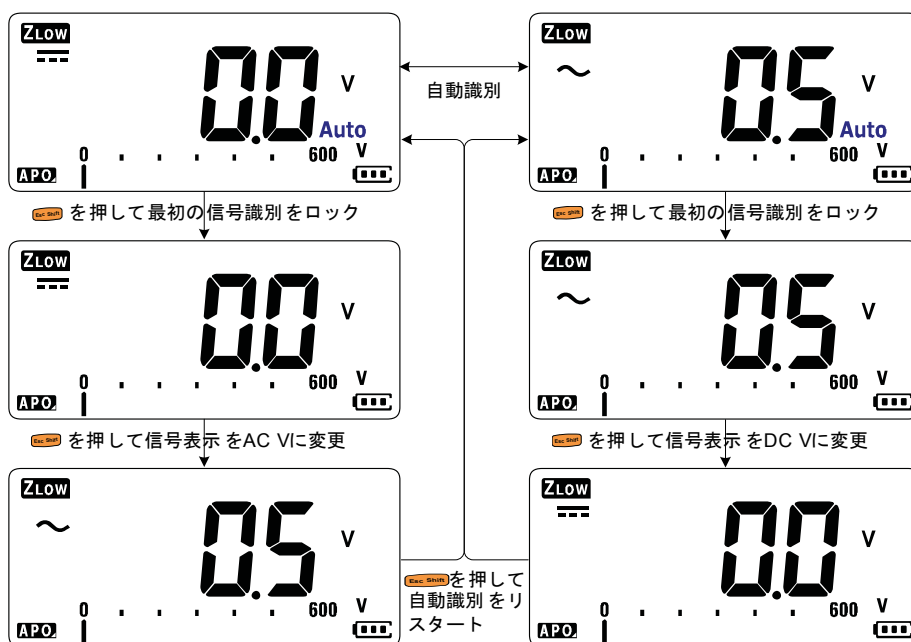

図 2-7 VZ_{LOW} 自動識別のフロー
- **Esc Shift** を 1 回押すと、最初の信号識別 ($AC\ V$ または $DC\ V$) が固定されます。**Esc Shift** をもう一度押すと、プライマリ・ディスプレイの AC 電圧と DC 電圧の表示が切り替わります。さらに **Esc Shift** を押すと、信号の自動識別がリスタートされます。詳細については 図 2-7 を参照してください。